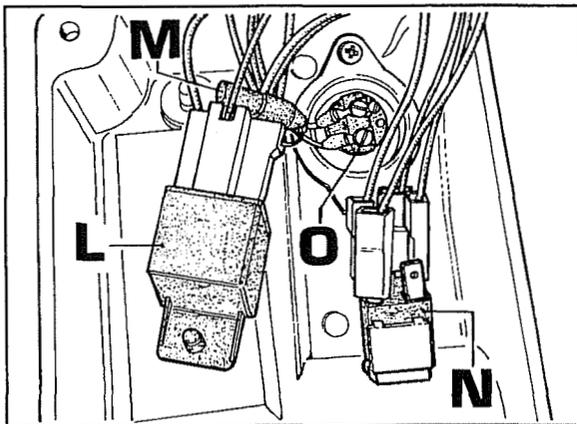

Fig. 9
5. Si au contraire le pontet décrit ci-dessus ne permet pas de relever la présence de courant, il faudra vérifier avec un tester, l'efficacité de l'interrupteur de montée/descente N, du relais L, de la diode M, et de l'interrupteur de sécurité O illustrés dans la fig.9, placés sous le support qui est monté sur le garde-boue droit de la plate-forme.